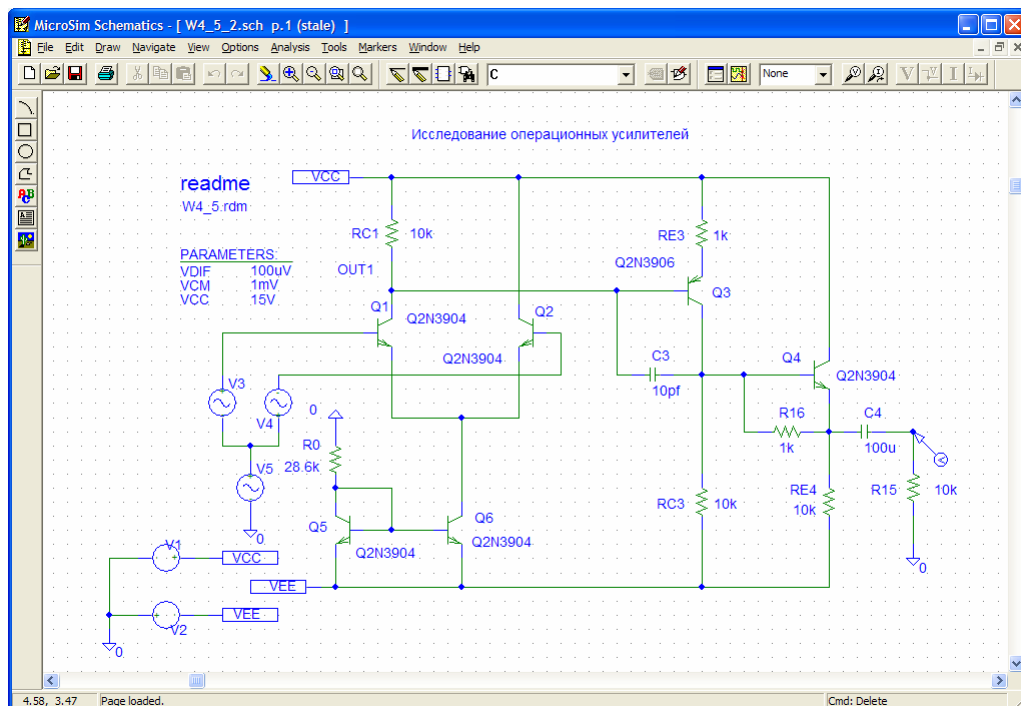

Рис. 4.5.2
2.1. Собрать схему усилителя, показанную на рис. 4.5.2. Установить значения элементов и напряжения питания в соответствии с номером варианта (табл. 4.5.1). Установить сопротивление резистора R_0 в отражателе тока, полученное в ходе предварительных расчетов.